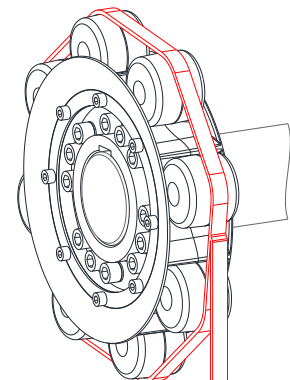

Bild 16
- Die eingesetzten Elastomerrollen sind gegen Herausfallen zu sichern, z. B. durch ein Spannband bzw. einen Kabelbinder (Bauteil 8) (siehe Bild 16).